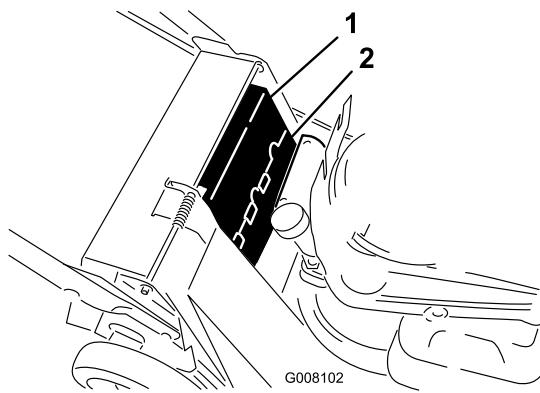

Figure 26
6. Déposez les couvercles de courroie supérieur et inférieur (Figure 26).